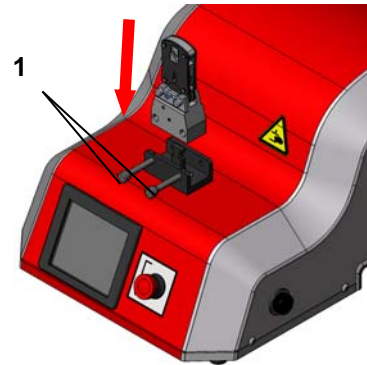

Abb. 10.01
- Raststifte **1** der Werkzeugaufnahme (Abb. 10.01/10.02) bis Anschlag rausziehen.
- Werkzeugkopf bzw. Adapter von oben aufsetzen (Abb. 10.01)
- Raststifte **1** der Werkzeugaufnahme (Abb. 10.01/10.02) wieder arretieren.